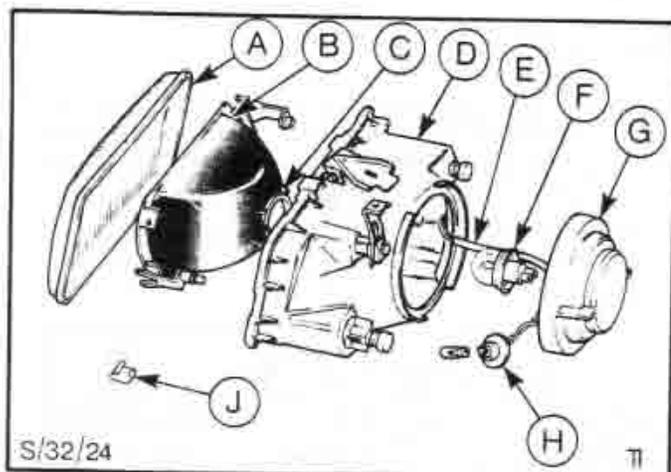

Fig. 4. Vista faro desarmado (lado izquierdo).
4. Suelte las grapas elásticas del faro y retire el vidrio y la empacadura del cuerpo de la lámpara, fig. 4.